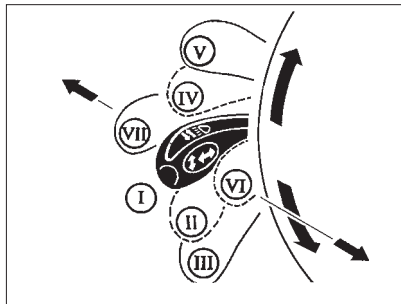

Рис. 48. Переключатель световой сигнализации
**I** (рис. 48) – **нейтральное положение**. Включен ближний свет фар, если переключателем наружного освещения включен свет фар.